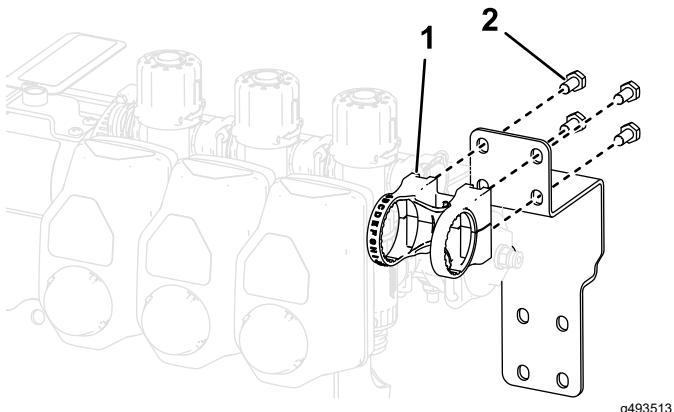

Figura 21
6. Instale el conjunto de la válvula de control en la parte superior de la escuadra de la válvula de control usando 4 tornillos (M6), como se muestra en la Figura 21.